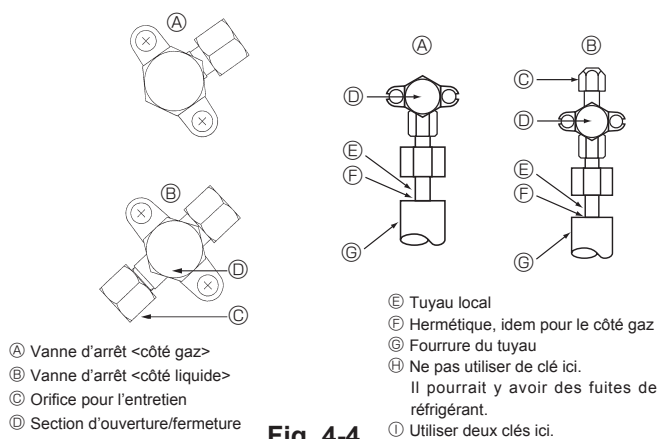

Fig. 4-4
4.4. Test d'étanchéité des tuyaux de réfrigérant (Fig. 4-4)
- Si la pression diminue à l'étape (2) ou (3), il y a une fuite de gaz. Rechercher l'origine de la fuite de gaz.